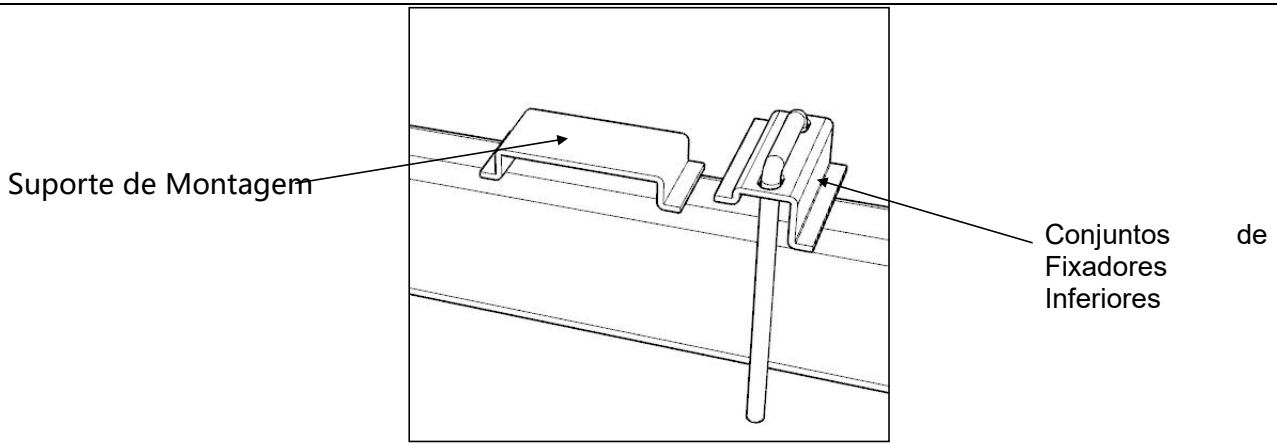

Figura 6
- ⑥ Coloque o suporte de montagem e os conjuntos de fixadores inferiores na primeira fileira de montantes de baixo para cima (Figura 6);